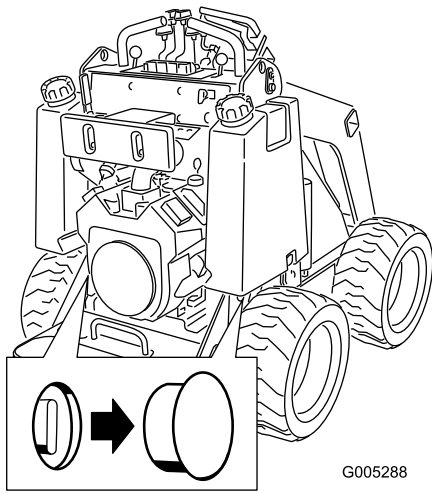

Figure 11
2. Enlevez l'obturateur de chaque vanne de remorquage (Figure 11).